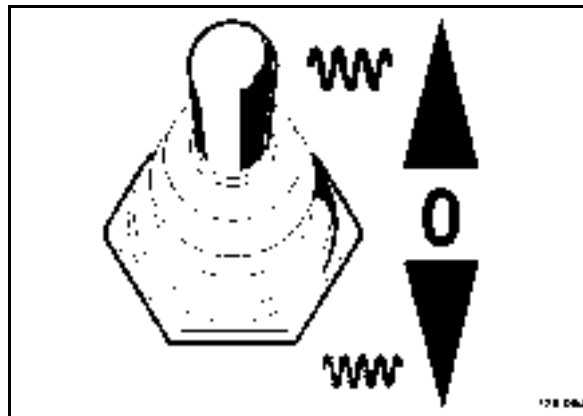

Fig. 52
- Choose the amplitude (Fig. 52).